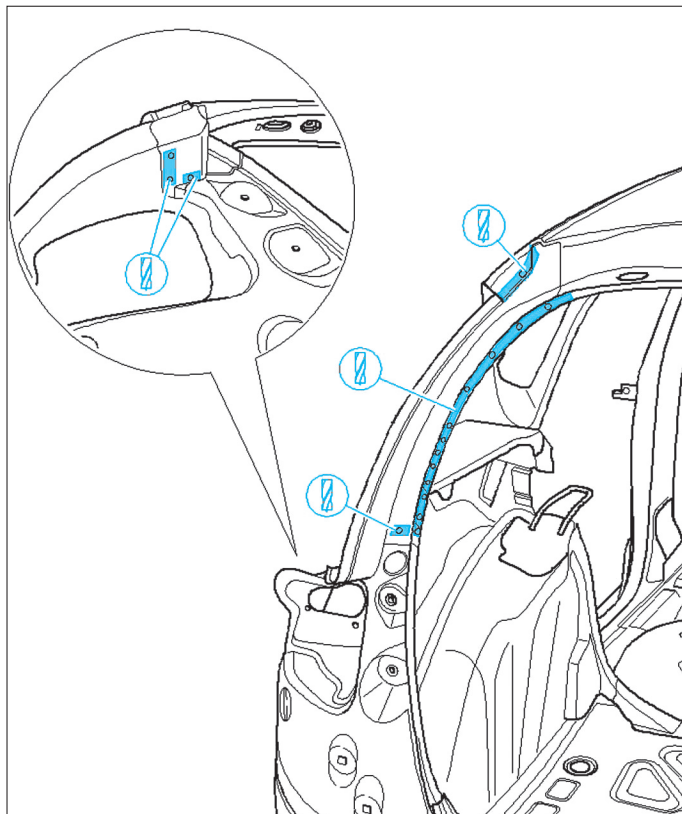

FIG. 66
- Fraiser les soudures de la gouttière (Fig.66).